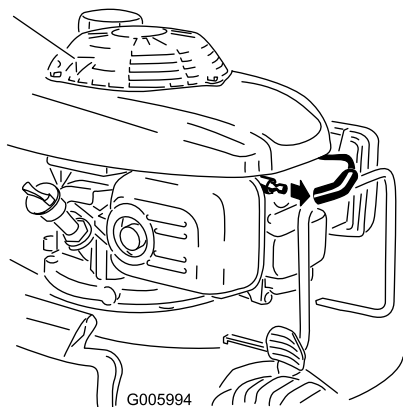

Figura 36
2. Desconecte el cable de la bujía (Figura 36) antes de realizar cualquier procedimiento de mantenimiento.
2. Desconecte el cable de la bujía (Figura 36).